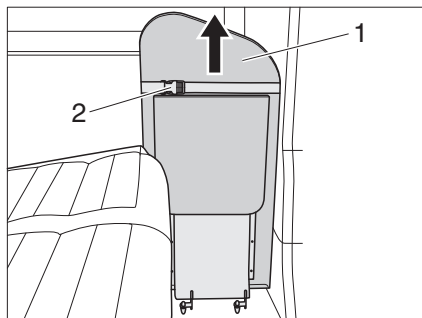

Bild 33 Tischplatte ausklappen
Tischplatte ausklappen: ■ Verschluss des Spanngurts (Bild 33,2) öffnen.
■ Tischplatte (Bild 33,1) bis zum Anschlag nach oben schieben und dann nach unten schwenken, bis die Halterung einrastet.
■ Verschluss des Spanngurts (Bild 33,2) schließen.